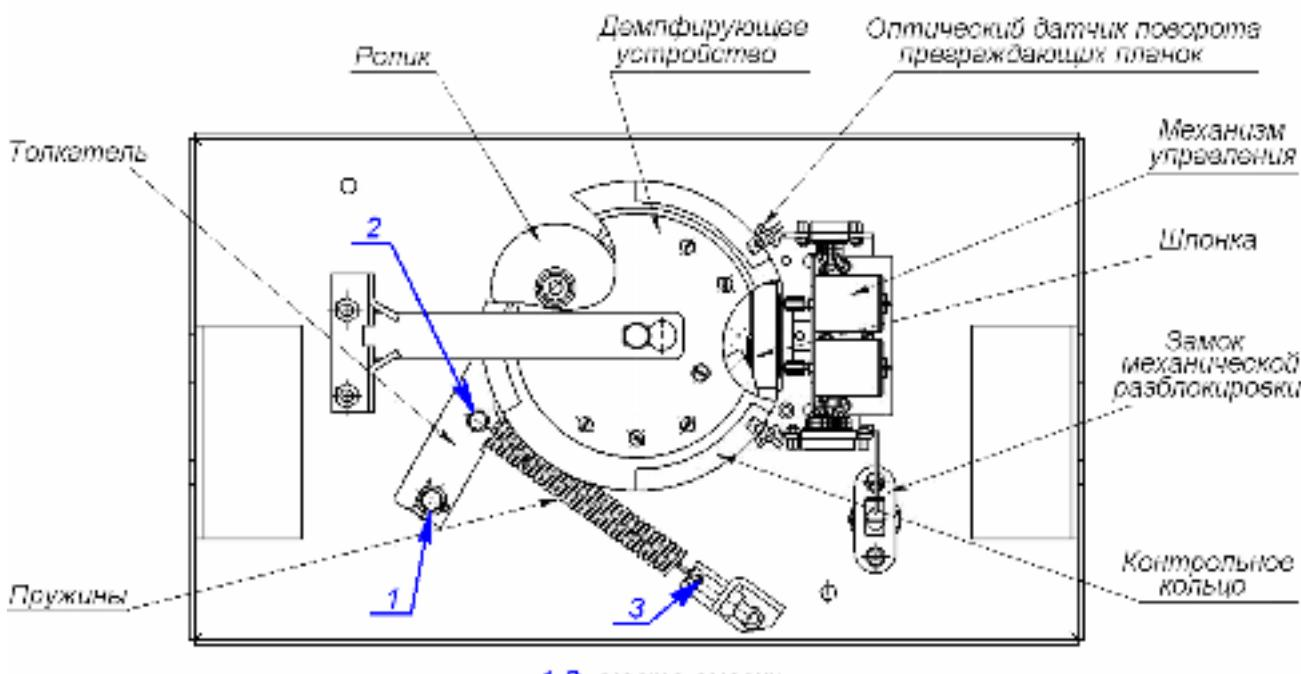

Рисунок 13 Расположение внутренних деталей и узлов механизма турникета
2. Снимите крышку (3) в порядке, указанном в разд. 6.
4. Осмотрите устройство доворота (толкатель, пружины и ролик), оптические датчики поворота преграждающих планок и демпфирующее устройство (см. рис. 13).
- четыре втулки на устройстве доворота – две на оси вращения толкателя и две на оси крепления пружин, а также отверстия в деталях крепления пружин, по две - три капли масла в каждое место смазки (места смазки указаны на рис. 13);
- механизмы секретности замка механической разблокировки (7) и замка крышки (4) со стороны замочной скважины.